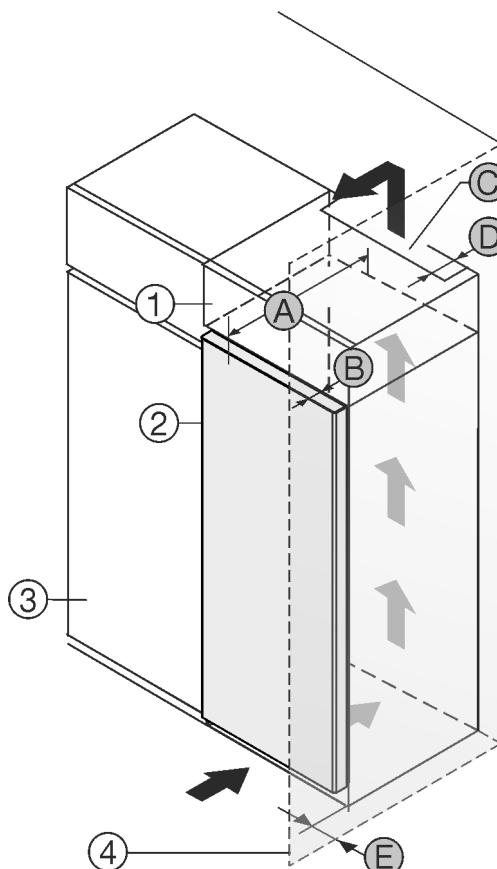

Fig. 1
Můžete přístroj nainstalovat přímo vedle kuchyňské skříňky Fig. 1 (3).*
Na zadní straně nástavné skříňky musí být větrací šachta hluboká Fig. 1 (D) přes celou šířku nástavné skříňky.*
Pod stropem místnosti musí být dodržen ventilační průřez Fig. 1 (C).*
Když přístroj instalujete závesy vedle stěny Fig. 1 (4), musí být vzdálenost mezi přístrojem a stěnou minimálně 13 mm.*
Aby bylo možné dvířka plně otevřít, musí přístroj přesahovat o hloubku dvírek Fig. 1 (B) vůči přední linii kuchyňské skříňky. V závislosti na hloubce kuchyňských skříněk Fig. 1 (3) a použití vymezovačů odstupu od stěny může přístroj vyčnívat dále.*